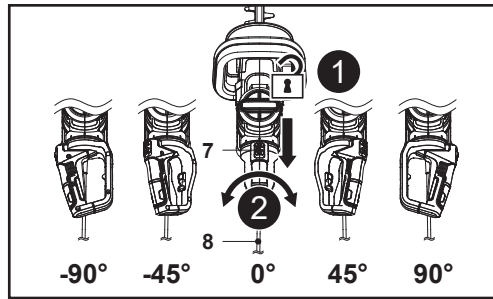

Fig. 5
1. Tirer le bouton de verrouillage de la poignée rotative (7) vers l'arrière et le maintenir dans cette position (Fig. 5, étape 1).
2. Tourner légèrement la poignée arrière (8) vers la gauche ou vers la droite (Fig. 5, étape 2).
3. Relâcher le bouton de verrouillage de la poignée rotative (7) et continuer à déplacer la poignée arrière (8) jusqu'à ce qu'elle se verrouille sur une position (clic audible).